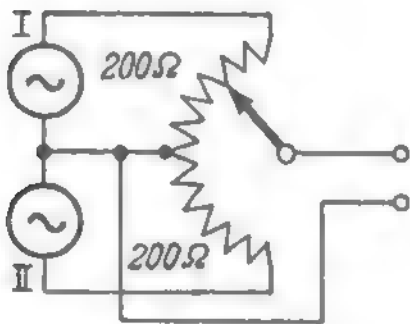
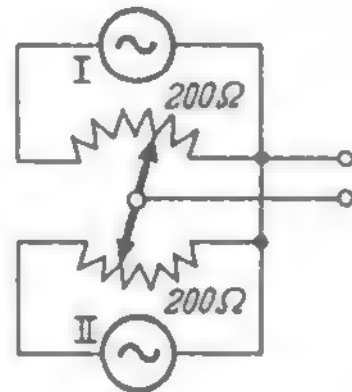

Bild 72. Schema eines Überblenders
Bild 73. Schema eines Mischüberblenders
**Mischung von Tonfrequenzen.** Dort wo Tonfrequenzen verschiedenen Ursprungs zur Erzielung besonderer Effekte überblendet werden sollen (Mikrofone, Tonabnehmer), wendet man Überblender an. Ein einfacher Überblender, bei dem von der einen Tonquelle auf die andere übergegangen werden kann, bei der aber noch keine Mischung stattfindet, zeigt Bild 72, während Bild 73 das Prinzip eines Mischüberblenders